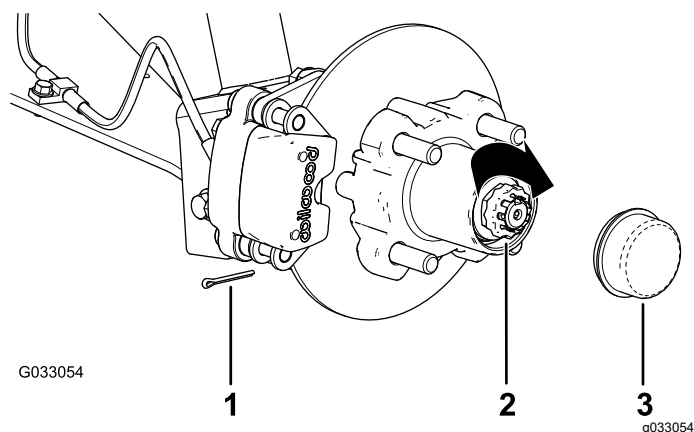

Рисунок 29
8. Установите держатель поверх гайки и проверьте совмещение паза в держателе с отверстием в оси под шплинт (Рисунок 29).
9. Установите шплинт и загните обе лапки вокруг держателя (Рисунок 29).
10. Установите пылезащитную крышку на ступицу (Рисунок 29).